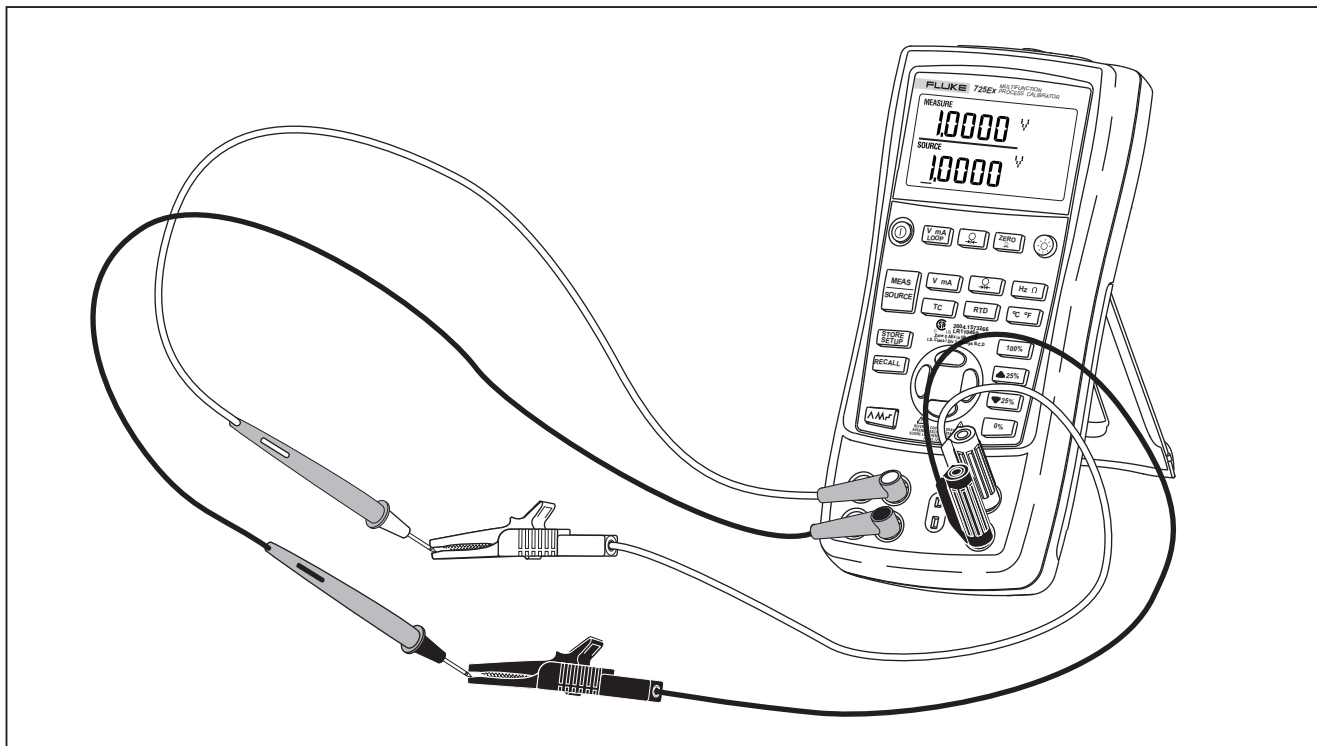

Figura 5. Prueba tensión a tensión
1. Conecte la salida de tensión del calibrador a su entrada de tensión tal como se muestra en la figura 5.